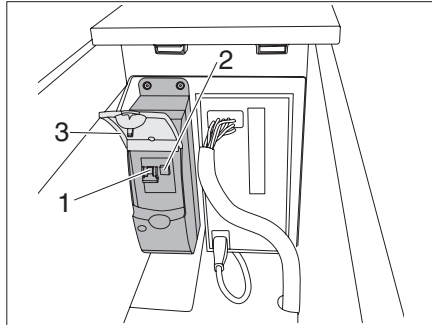

Bild 69 230-V-Sicherungsautomat
► Abdeckklappe (Bild 69,3) öffnen.
Der 230-V-Anschluss ist durch einen zweipoligen Sicherungsautomaten (Bild 69,1) abgesichert.
- Der FI-Schalter (Bild 69,2) für 230 Volt sollte einmal jährlich ausgelöst werden, damit der Mechanismus nicht „verklebt“ und sich die Auslösezeit nicht verlängert.